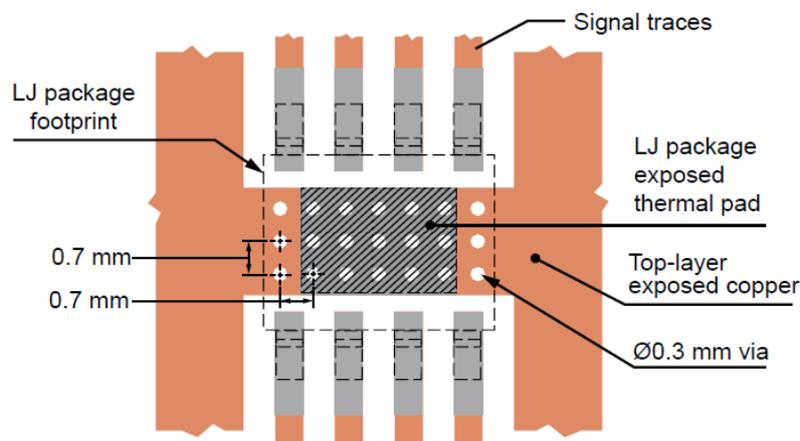

図 21. 放熱最適化の PCB レイアウト(下層、銅エリアは最大を推奨)
- ・放熱ビアの数が多いほど放熱には良好です。ビアの価格が懸念される場合は図21に示されているように、タイトなパターンの製品直下にビアを集結させることも、最大の効果があることを示しました。